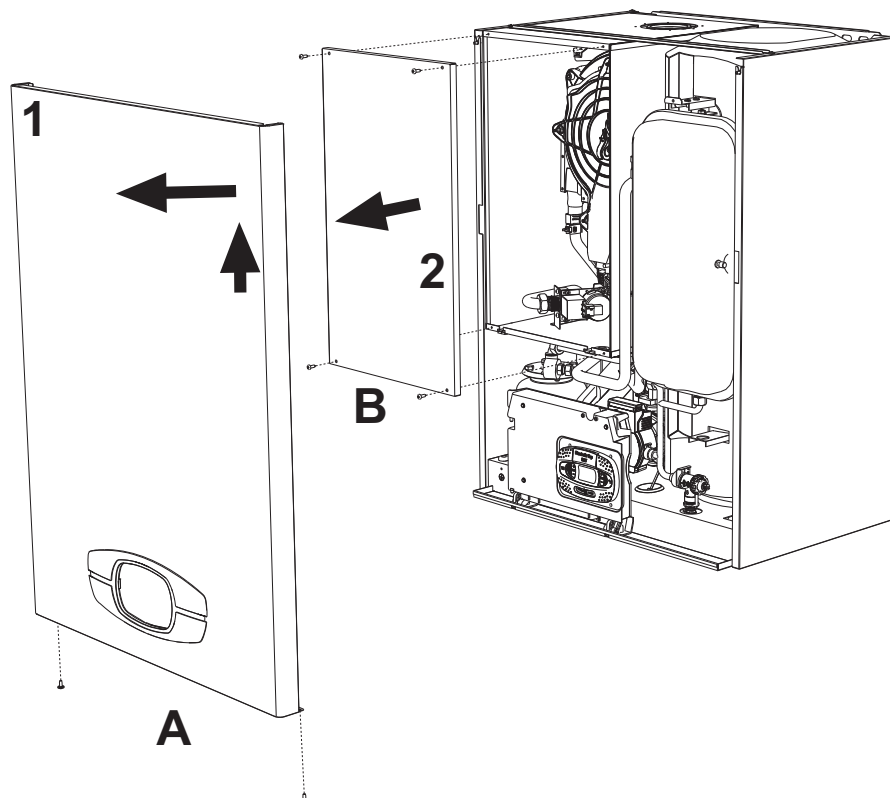

fig. 32- Apertura del panel frontal
1. Desenrosque los tornillos **A** (fig. 32).
1. Desenrosque los tornillos **B** (fig. 32).